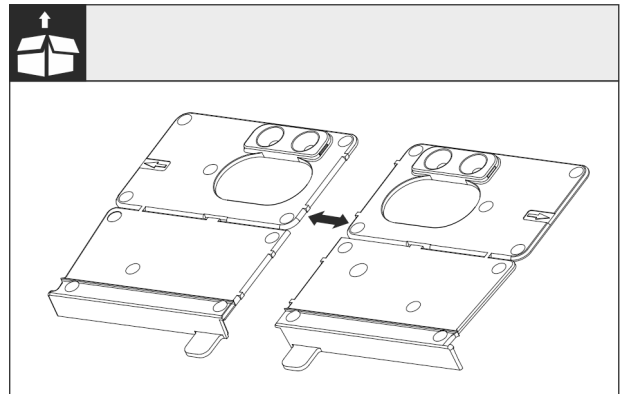

Fig. 24
- Montagewinkel Boden Fig. 24 () an der Perforierung trennen.